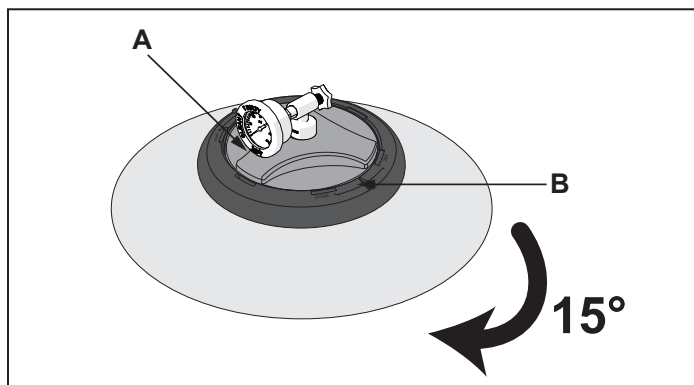

Figure 10. Serrer le couvercle (A) puis le volant de réglage (B)
2. Insérer le couvercle dans le filtre jusqu'à ce qu'il tombe dans son logement. Tourner le couvercle de 15° dans le sens des aiguilles d'une montre (A), puis tourner le volant de réglage (B) jusqu'en butée dans le sens horaire. Fig. 10